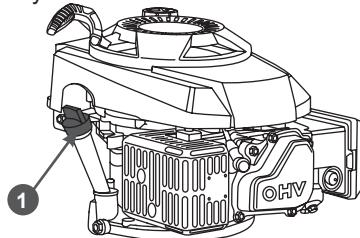

Рис. 16 Крышка-щуп маслосазливной горловины
5. Осторожно открутите крышку-щуп 1 (Рис. 16) маслосазливной горловины, протрите его насухо и отложите в сторону.